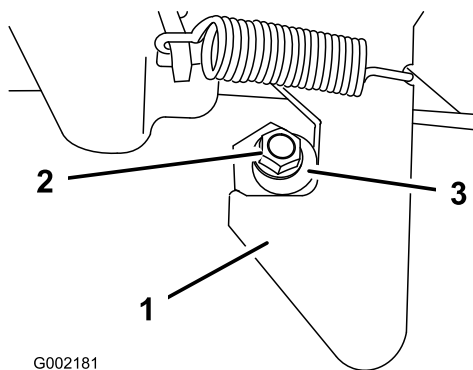

Bild 18
1. Lösen Sie die Mutter am Ende des Verriegelungspfosten (Bild 18).
2. Drehen Sie den Verriegelungspfosten nach rechts, bis er am Riegel anliegt. Ziehen Sie dann die Mutter fest (Bild 18).